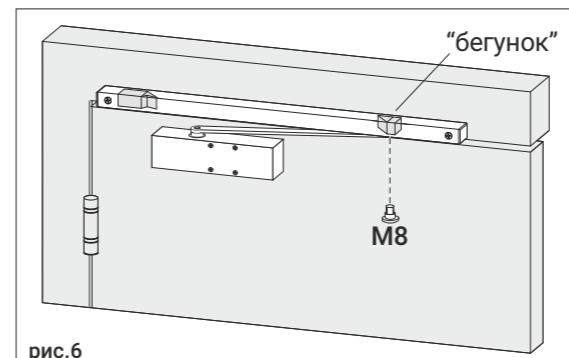

рис.6
4. Надавывая на скользящую тягу, соедините ее с "бегунком" в штанге винтом М8, рис.6. Таким образом обеспечивается преднатяг при установке.